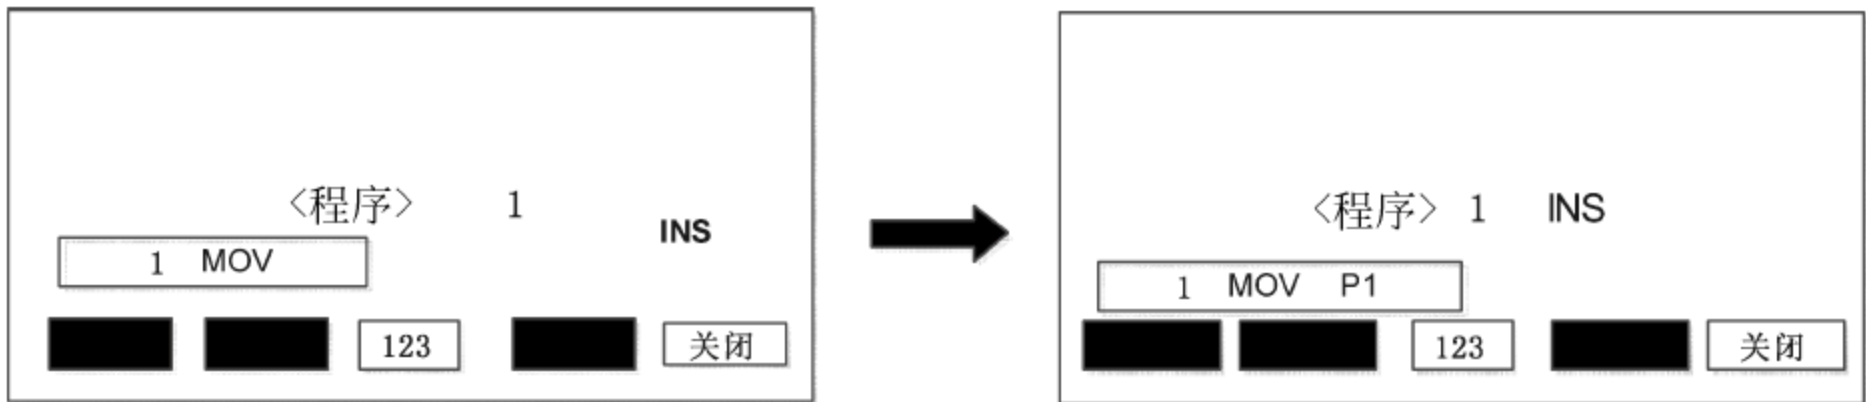

图 4-7 程序输入界面
③ 输入“MOV P1”指令。注意在“MOV”和“P1”之间有空格,如图 4-7 所示。